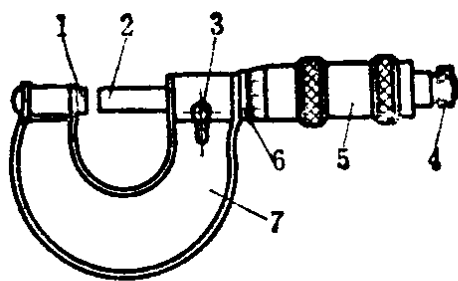

图1-12 外径千分尺
(1) 外径千分尺 图 1-12 所示是一种常用的外径千分尺。弓型架 7 是千分尺的主体，在它一端压入砧座 1，它是千分尺度量尺寸的一个固定座，弓型架 7 另一端压入固定套管 6 (也叫千分尺的主尺)。在固定套管 6 的外表面上沿轴线刻有度量单位，在基准线两边相错，以 0.5 毫米等分，每 5 毫米注明尺寸数字。套管的孔内是螺纹，螺距为 0.5 毫米，与此螺纹相配的是测轴 2 上的螺杆，测轴 2 上的螺杆可在固定套管 6 的内螺纹内转动。在固定套管 6 外面是活动套管 5，它固定于测轴螺杆上，随测轴一起转动并作轴向移动。活动套管 5 的一